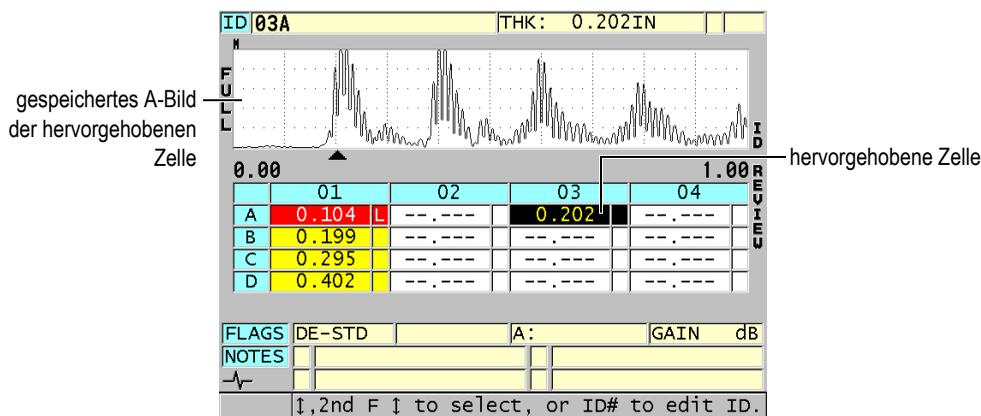

Abbildung 10-13 Hervorgehobene Zelle der DB-Matrix bei der ID-Überprüfung
3. Im ID-Überprüfungsfenster (siehe Abbildung 10-13 auf Seite 174):